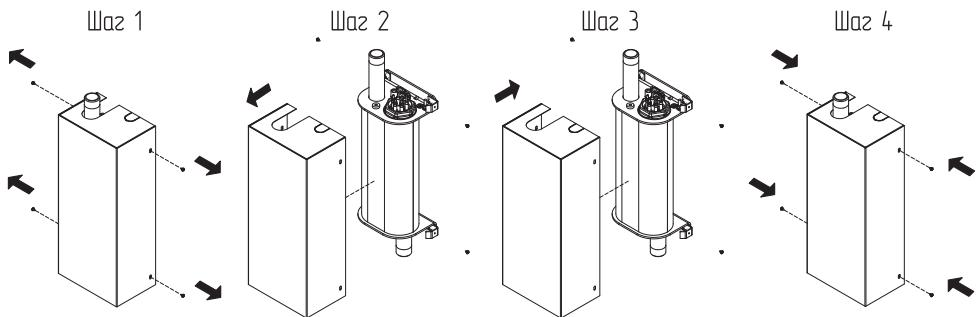

Рис.11 Демонтаж кожуха
- Откройте кожух, как показано на **Рис.11**;
Снятие кожуха котла производиться в следующей последовательности (Рис.11):
Установка кожуха производиться в следующей последовательности (Рис.11):